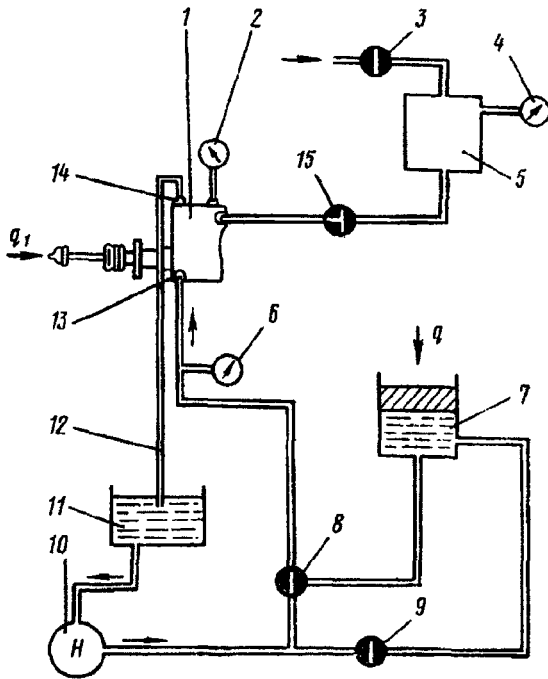
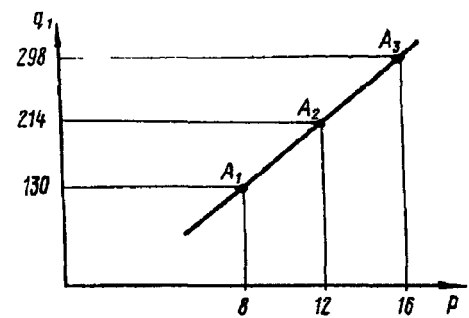

Рис. 134. Схема испытания пневмогидравлического усилителя сцепления:
Рис. 135. График нагружения контрольного цилиндра
Примечания. 1. Проверку производите на стенде, выполненном по схеме, указанной на рис. 134. Перед проверкой гидросистема должна быть заправлена тормозной жидкостью «Нева». Заполнение тормозной жидкостью и прокачку воздуха производите при помощи насоса 10, бачка 11 и перепускного клапана 14, установленного на пневмоусилитель.
3. Проверка на работоспособность производится при совместной работе всех элементов пневмоусилителя. Для проверки испытаний на упоре q_1 должен быть установлен динамометр. Груз q должен иметь три значения A_1, A_2, A_3 , обеспечивающих давление в гидросистеме усилителя (P) 784, 1156, 1569 кПа (8, 12 и 16 кгс/см ²). Давление воздуха, подводимое к пневмосистеме во время испытаний, не должно падать ниже 589 кПа (6 кгс/см ²). При нагружении контрольного цилиндра 7 грузом q по трем вышеуказанным значениям усилие на штоке толкателя должно соответствовать графику, приведенному на рис. 135. При выдержке в каждой указанной на графике точке в течение 15 с показания манометров 2, 6 (см. рис. 134) динамометра не должны меняться.